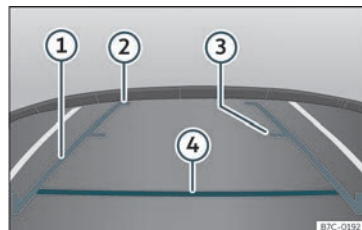

Fig. 249 Visualització a la pantalla del sistema Easy Connect: línies d'orientació.
- La càrrega del vehicle modifica la representació de les línies d'orientació >>> fig. 249. L'amplada que representen aquestes línies disminueix amb el nivell de càrrega. Paeu atenció a l'entorn quan l'interior o al maleter estan carregats.
»» **fig. 249**